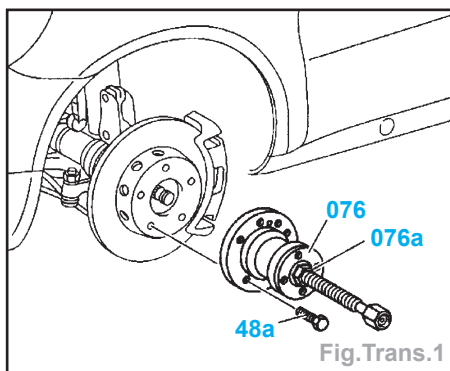

Fig.Trans.1
- Outil nécessaire (Fig.Trans.1) :
- Mettre en place l'outil d'extraction avec 2 vis de roue (48a) (Fig.Trans.1).